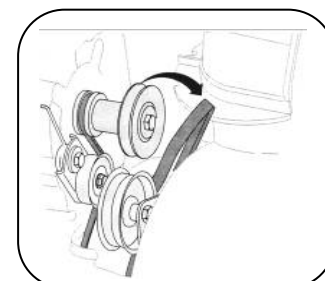

Рис.13
3. Снимите ремень шнека со шкива двигателя. См. рис. 13.